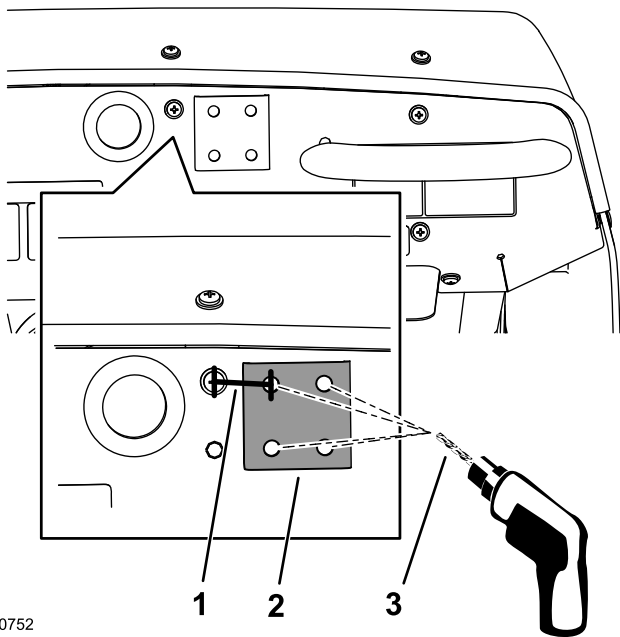

Figura 151
1. En el salpicadero de la máquina, localice el tornillo del salpicadero, a la derecha del orificio con pasacables del salpicadero (Figura 151).
2. Mida 33,3 mm a la derecha del centro del tornillo y trace una línea vertical en esa posición con un lápiz (Figura 151).
5. Perfore el salpicadero en la marca del punzón con una broca de 8 mm (Figura 151).
la placa como plantilla, perfore los 3 orificios restantes en el salpicadero (Figura 151).